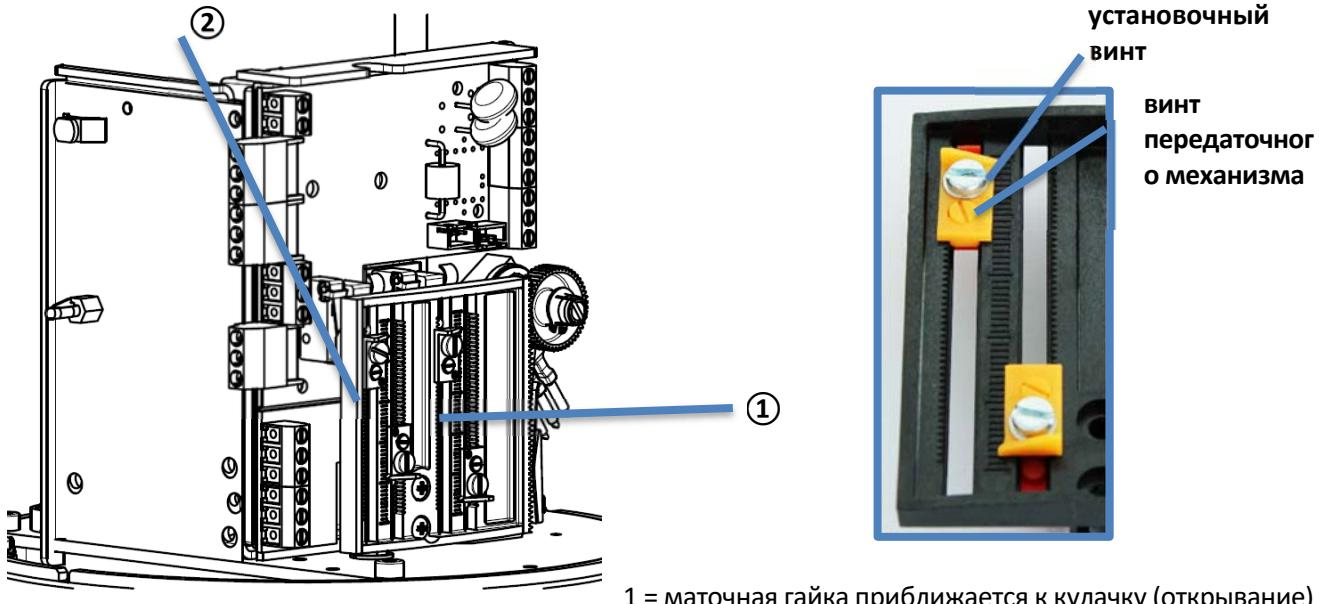

Рисунок 8. Регулировка контактного кулачка
- Ослабьте установочный винт на соответствующем контактном кулачке (Рисунок 8), переместите контактный кулачок с помощью винта передаточного механизма в направлении концевого выключателя до щелчка, затем снова затяните установочный винт.
- Ослабьте установочный винт ① на соответствующем контактном кулачке (Рисунок 8), переместите контактный кулачок с помощью винта передаточного механизма ② в направлении концевого выключателя до щелчка, затем снова затяните установочный винт.
- Ослабьте установочный винт на соответствующем контактном кулачке (Рисунок 8), переместите контактный кулачок в направлении концевого выключателя до щелчка, затем снова затяните установочный винт.